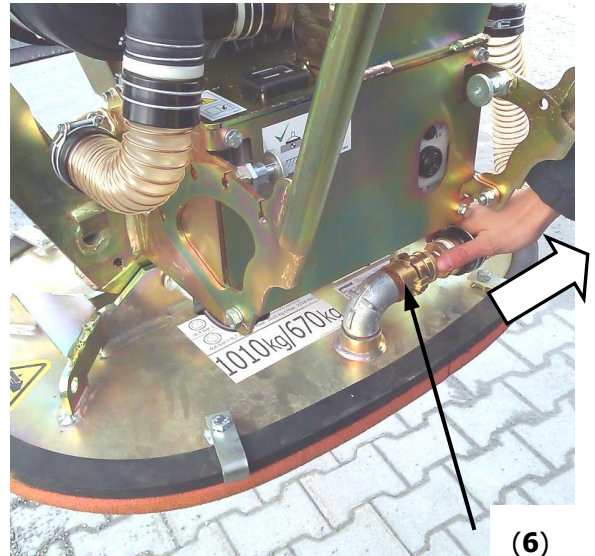

Fig. 7
- Per aumentare la Potenza di aspirazione quando si sollevano elementi particolarmente porosi (lastre) il Sistema standard di fissaggio rapido (6) può essere rimosso e si può connettere direttamente il tubo di aspirazione al piatto.
- Quindi rimuovere il Sistema di aggancio rapido (6) dal tubo di aspirazione (→ Fig. 7 + 8).